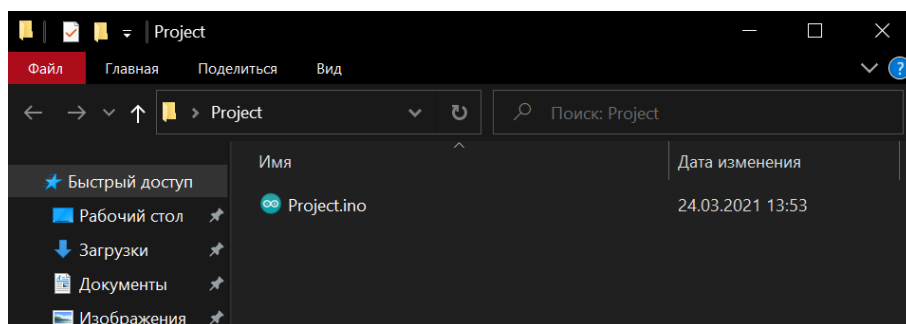

Рисунок 9.3 – Сохранение проекта
- 1) Создать проект и сохранить его в определенной папке (рисунок 9.3):